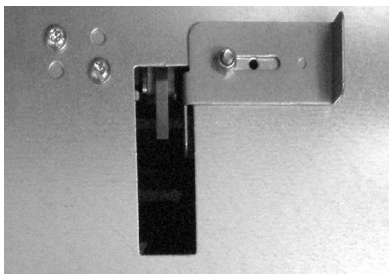

Abb. 6: Oberes Abdeckblech, wenn Wasserauffangbehälter verwendet wird
2. Lockern Sie die Schraube am oberen Abdeckblech und schieben Sie das Abdeckblech vor die Aussparung (Abb. 6 und 7 auf Seite 14). Ziehen Sie die Schraube wieder an.